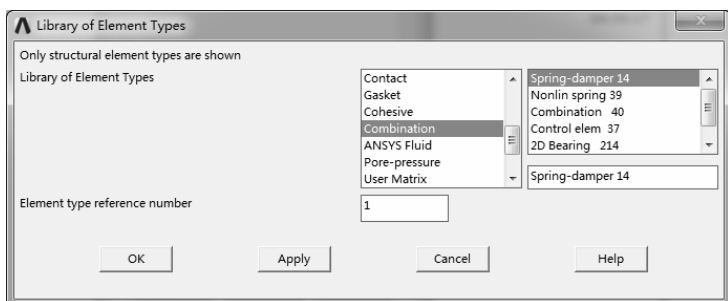

图 7-74 “Library of Element Types”对话框
2) 单击“Add...”按钮，弹出“Library of Element Types”对话框，在左边的列表中选择“Combination”选项，然后在右边列表中选择“Spring-damper14”单元类型，如图 7-74 所示。单击“Library of Element Types”对话框的“OK”按钮，返回“Element Types”对话框。